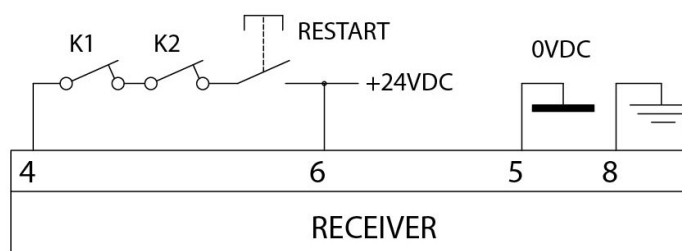

Figure 20 – Manuel à contrôle K1K2
- ⚠ En cas de fonctionnement manuel, la présence du bouton de RESTART en série aux contacts N.C. (feedback) des contacteurs extérieurs K1/K2 (Figure 20) est nécessaire.